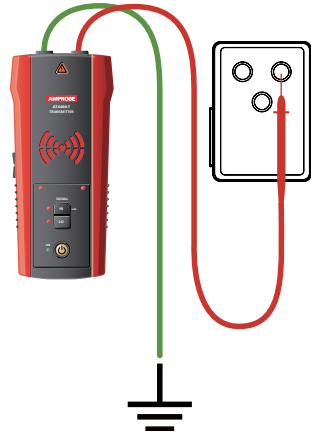

Figura 3.1a: Conexión adecuada con toma a tierra independiente
2. Conecte el adaptador de enchufe en el receptáculo y conecte el cable rojo al cable activo con tensión (en el lado de carga del sistema). La señal SOLO se transmitirá entre el lado de carga al que está conectado el Transmisor y la fuente de energía (véase la Figura 3.1a).